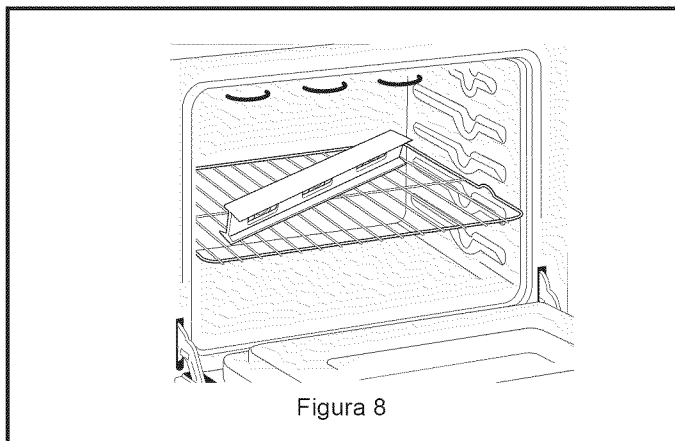

Figura 8
1. Instale una parrilla en el centro del horno superior (vea la figura 8).